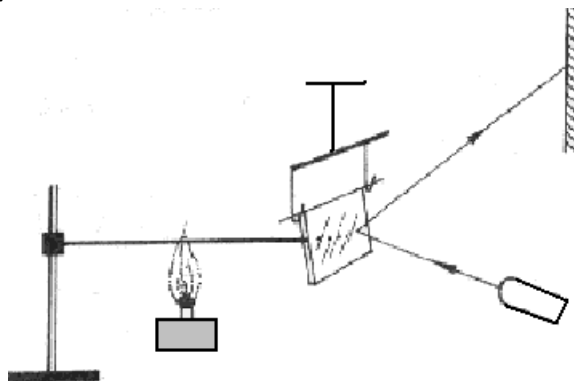

Fig.1.
a) O tijă metalică subțire (sârmă de cupru, aluminiu groasă, spiță de bicicletă) se fixează la un capăt de un stativ. Capătul liber se sprijină de o oglindă de buzunar suspendată conform figurii (Fig.1.). Oglinda proiectează fascicolul de lumină al unui indicator laser pe un ecran.